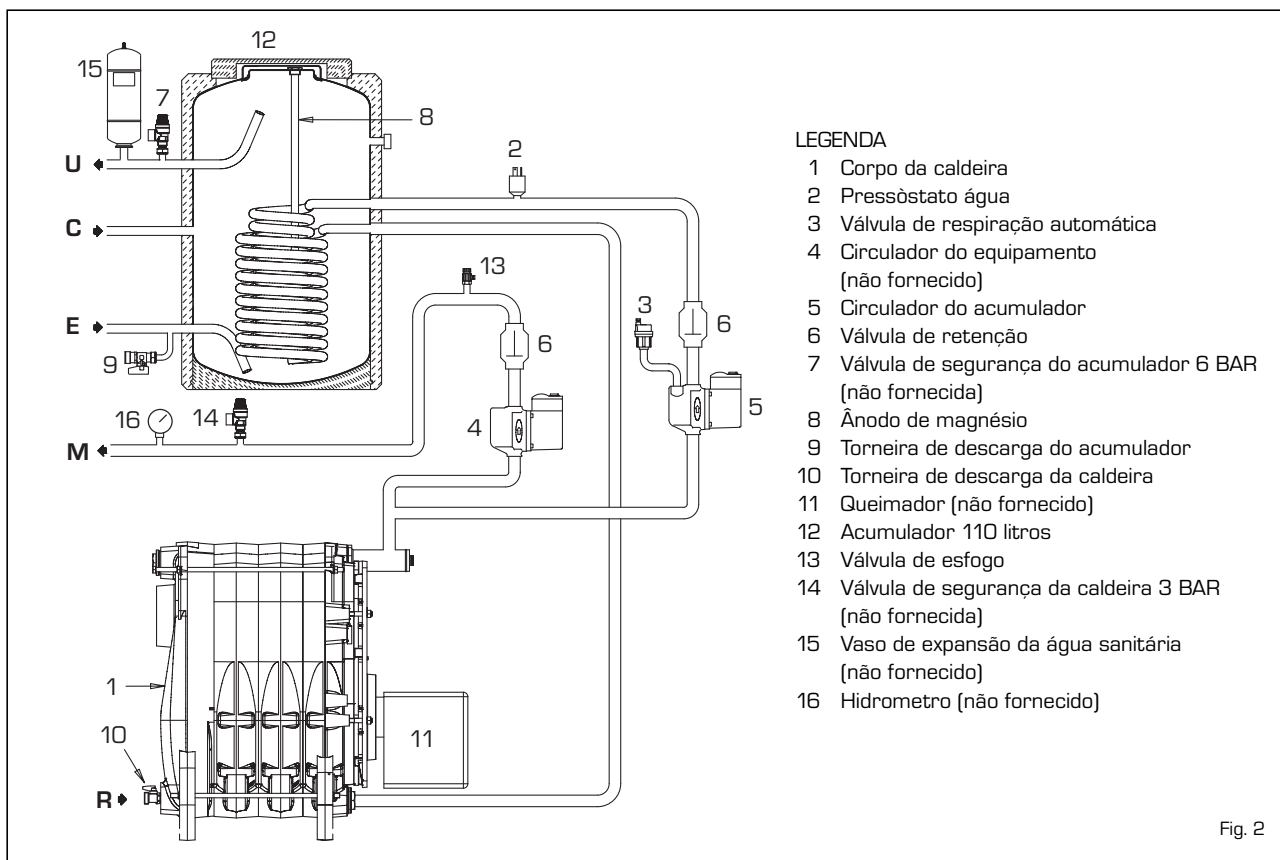

Fig. 2
2.3.1 Acessórios a instalar [fig. 2]